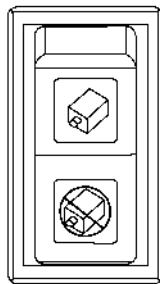

FIGURA 33-8 INTERRUPTOR DE CAMARA
2. Presione el switch de la cámara (Figura 33-8) en la posición inferior. Verifique que esté encendido el switch del tablero verde en la parte inferior.